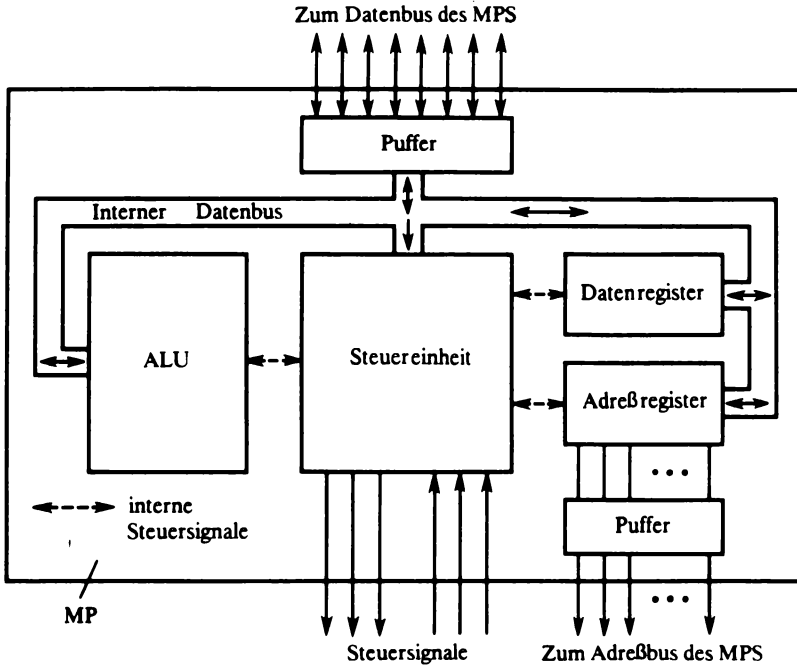

Abb. 16. Prinzipieller Aufbau eines Mikroprozessors
1. Entsprechend der Funktionsweise des MP im MPS ist er aufgebaut. Abb. 16 zeigt den grundsätzlichen Aufbau eines MP. Interne Datenregister dienen der Aufnahme und Zwischenspeicherung von Daten. Die Adressen für anzusteuernde Speicherplätze¹ bzw. E/A-Einheiten werden in bestimmten Adreßregistern zur Verfügung gestellt. Die Steuereinheit besorgt die Dekodierung des Befehls, d.h., sie steuert die Befehlsabarbeitung und erzeugt die Steuersignale für das MPS. Die Arithmetik-Logik-Einheit (ALU)² führt die arithmetischen und logischen Operationen mit Daten entsprechend dem Befehl aus. Ein interner Datenbus verbindet die einzelnen Funktionsblöcke. Daten und Adressen werden über Pufferspeicher an das Bussystem des MPS gegeben. Damit ist es möglich, noch eine Definition des MP zu geben.
2. Unter einem Mikroprozessor (MP) versteht man eine auf einem oder mehreren Chips realisierte hochintegrierte Schaltung (LSI-Schaltung), die
3. Опишите структуру микропроцессора, используя рис. 16 и выделенные вами ключевые слова.